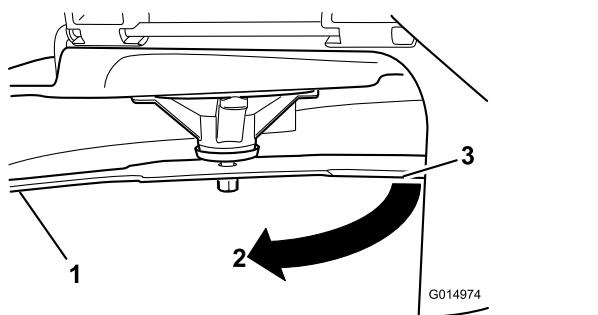

図 68
4. 同じブレードを180度回転させる。すなわち、ブレードのもう一方の刃先が、先ほど測定した場所と同じ位置にくるようにする図 68。